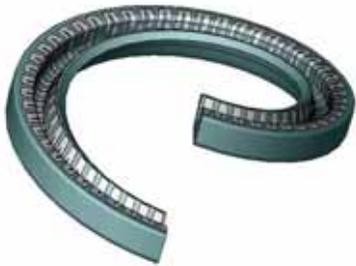

图 17 — 剖分式油封切分开方向
- 2, 将油封切口两端沿轴向拉开, 如图17所示, 然后将油封安装在轴的周围。